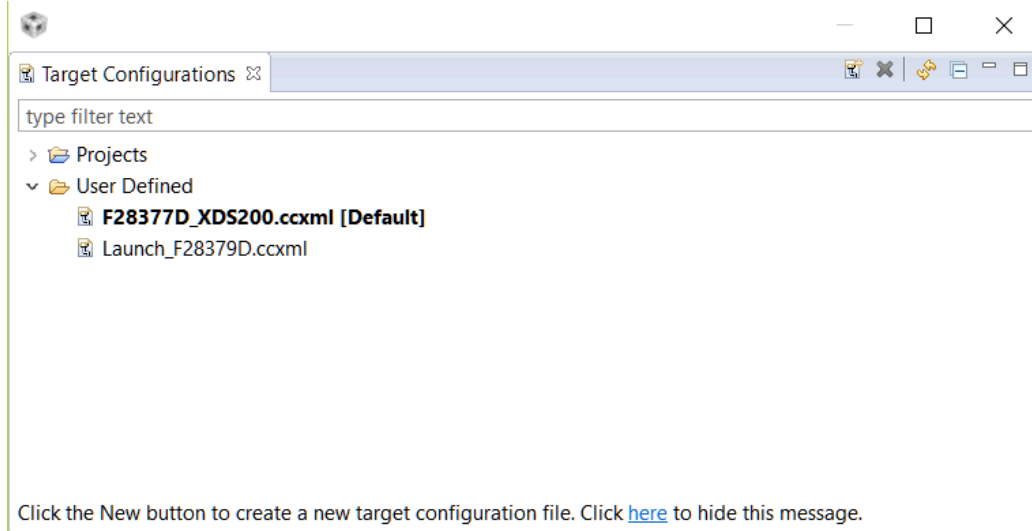
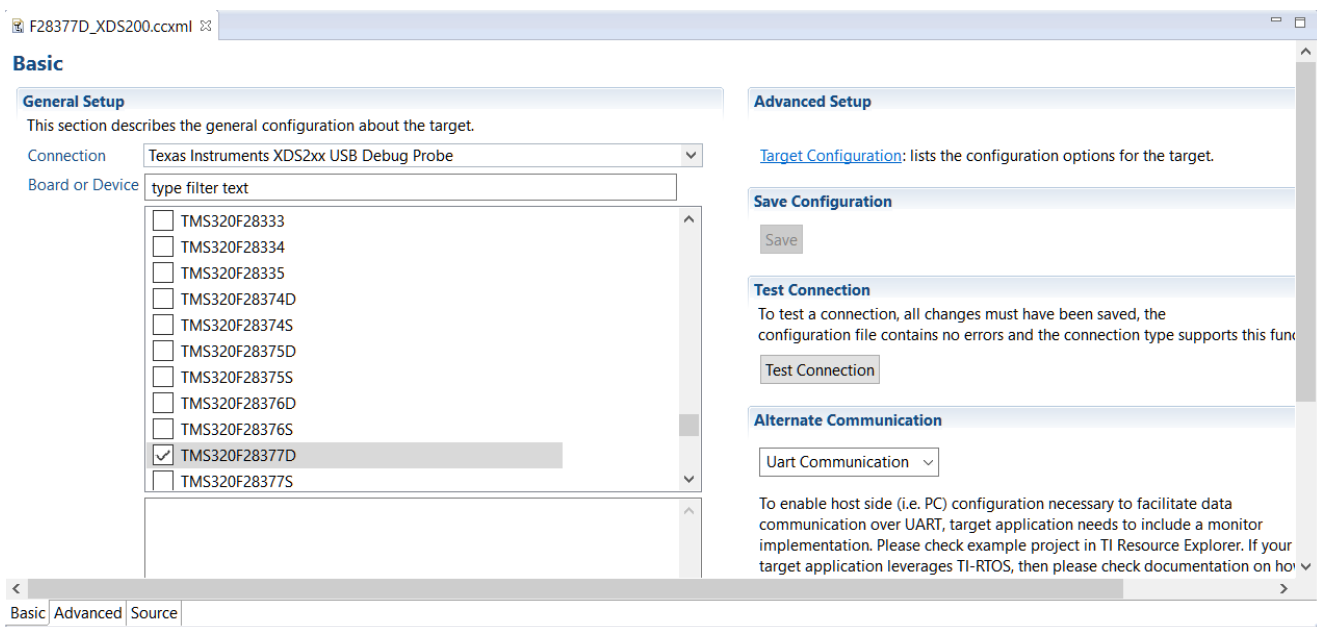

图 7-2. 目标配置视图
图 7-3. 测试连接
9. **检查目标配置**：目标配置文件 (.ccxml) 包含连接到目标器件和在用 JTAG 调试探针所需的信息。要查看当前目标配置，请在 CCS 的“View”选项卡下选择“Target Configurations” (图 7-2)。双击与要调试的目标对应的 .ccxml。如果正确安装了调试探针的驱动程序并且选择了正确的选项，则 **Test Connections** 按钮 (图 7-3) 应该可供使用并准备好执行。此测试的数据日志可以帮助查明连接问题的原因，请勿跳过此步骤。许多示例工程作为 C2000Ware 或 controlSuite 的一部分进行安装，它们具有一个 **target configs** 文件夹。这个文件夹中包含一个 .ccxml 文件，该文件是基于默认 EVM 和调试器的假设预先创建的。当使用 **Debug** 图标启动调试会话时，会使用此文件。如果 **Debug** 按钮是启动调试会话所需的方法，则需要修改 **target configs** 中的 .ccxml。